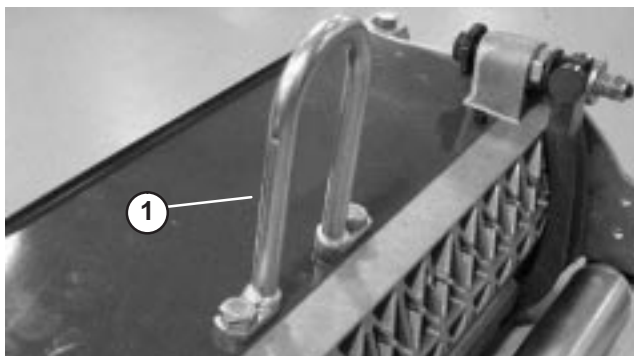

Bild 2
- Montieren Sie das Haltegelenk mit zwei Schrauben oben am Mähwerk. Ziehen Sie die Schrauben auf 34–40 Nm fest (Bild 2).
Hinweis: Sie können einen optionalen Hubhaken, Toro Bestellnummer 106-6938 anstatt des Kettenglieds verwenden (Bild 2). Das Teil ist vom örtlichen Toro Vertragshändler erhältlich.